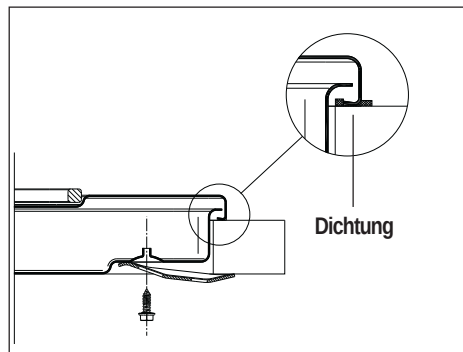

Abb. 13
3. zuletzt die Kochmulde anhand der mitgelieferten Befestigungswinkel am Möbel befestigen (siehe Abb. 13).